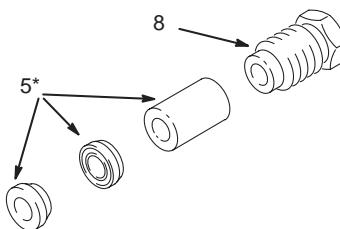

Fig. 24
3. Sæt en ny O-ring (34) i indsatsen (4). Sæt en ny O-ring (2b) i huset (2a). **BEMÆRK:** For at lette isætningen af O-ringen placeres indsatsen (4) i sprøjtehuset (2a), så enden af blændes. Isæt den ene ende af O-ring i rillen i huset, og pres derefter resten af O-ring på plads.
4. Skru pakningsskruen (8) af indsatsen (4) ved hjælp af pistolværktøjet (28).
5. Brug en mekanisk tang til at skubbe de 3 væskepakninger (5) ud af indsatsen (4). Pas på ikke at beskadige indsatsen. Kassér de gamle væskepakninger.
6. Placer de nye væskepakninger (5) og pakningsskruen (8) på nålen (13). Fig. 24 viser, hvordan delene skal vende.